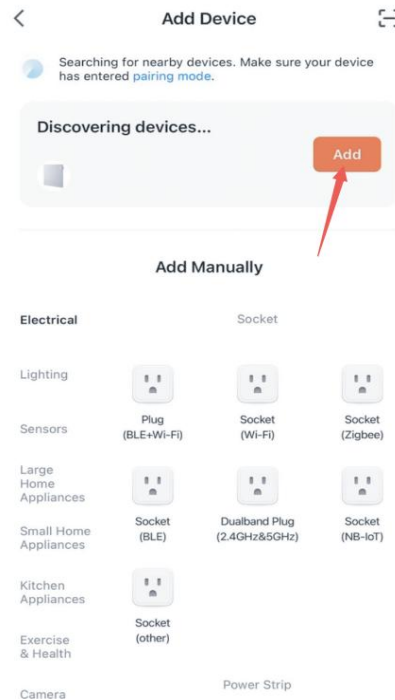

Imagen B-2
2. Después, pulsa “Agregar” en la parte superior de la pantalla, como se muestra en la imagen B-2.